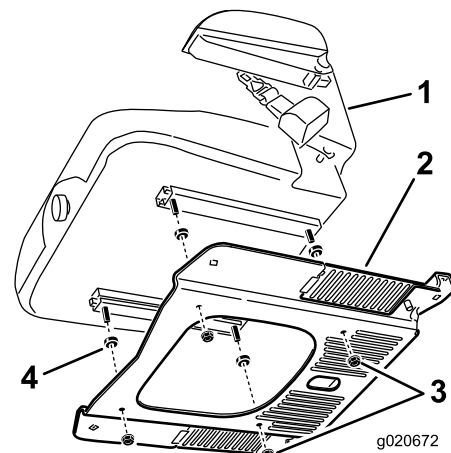

Figure 12
2. Montez une entretoise (Figure 12).
3. Fixez le siège sur son armature avec 4 écrous à embase (5/16 po) (Figure 12).